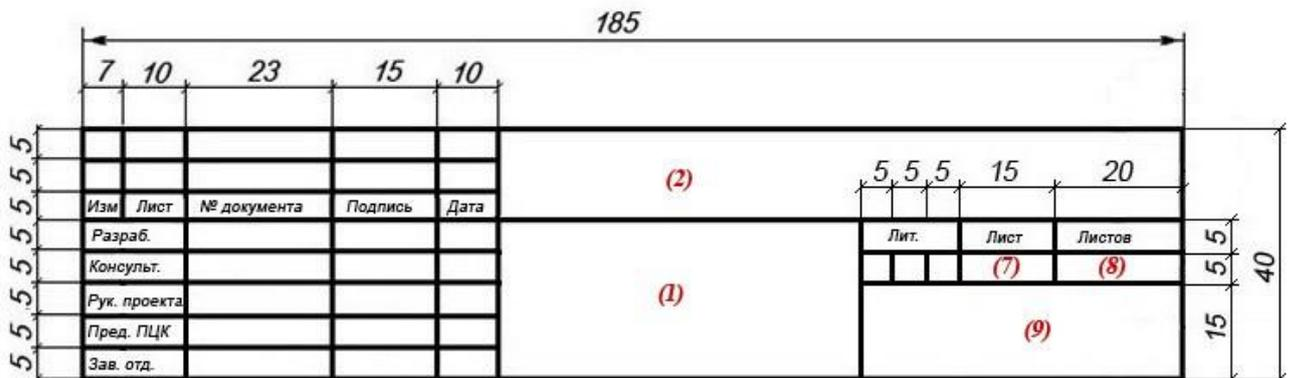
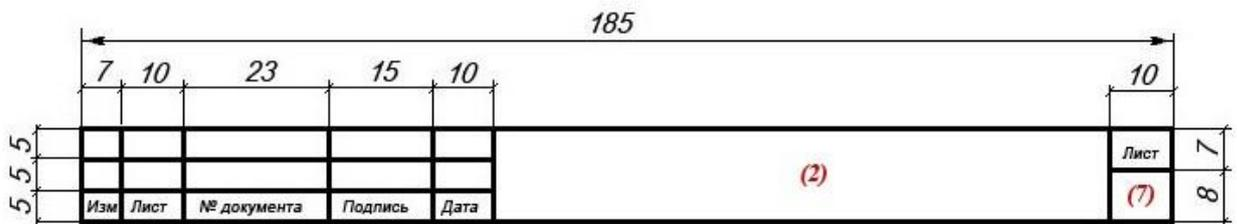

Рисунок 1. Основная надпись форма 2
Рисунок 2. Основная надпись форма 2а
- первый лист пояснительной записки, следующий за содержанием, оформляется основной надписью по форме 2 (рис. 1).
второй и последующие листы пояснительной записки - основной надписью по форме 2а (рис. 2).
3.3.1 Заполнение граф 1, 2, 7, 8, 9 форм 2 и 2а (рис. 1 и рис. 2)